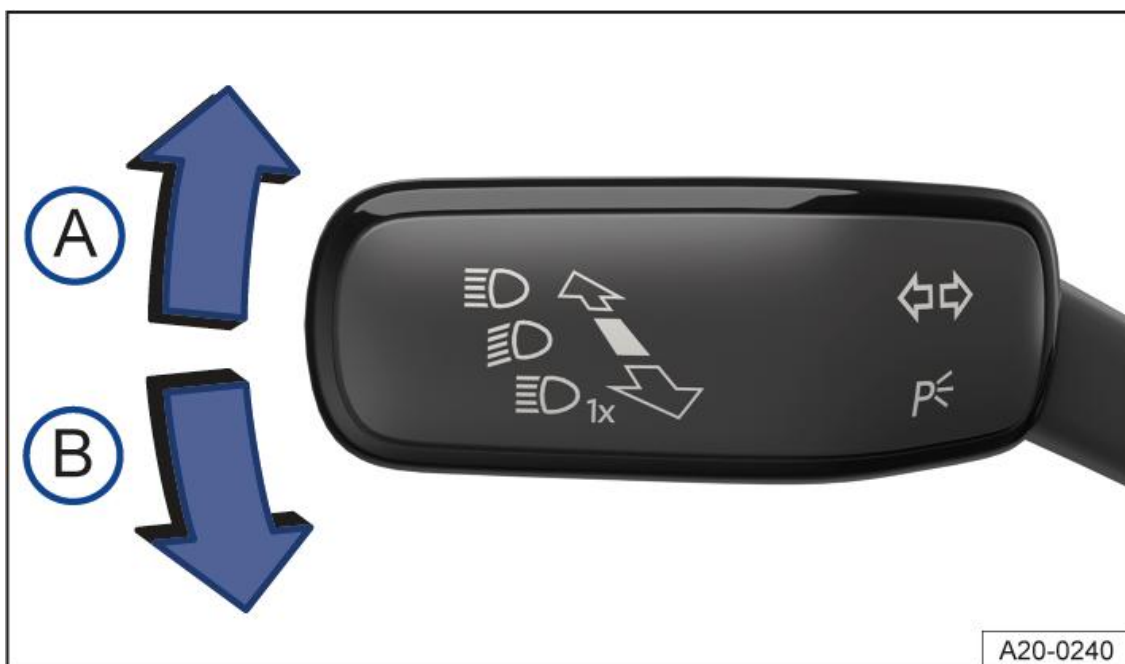

Fig. 1 La leva degli indicatori di direzione e degli abbaglianti, sul lato sinistro del piantone dello sterzo
2. Spostare la leva degli indicatori di direzione e degli abbaglianti dalla posizione centrale in quella desiderata → *fig. 1*.